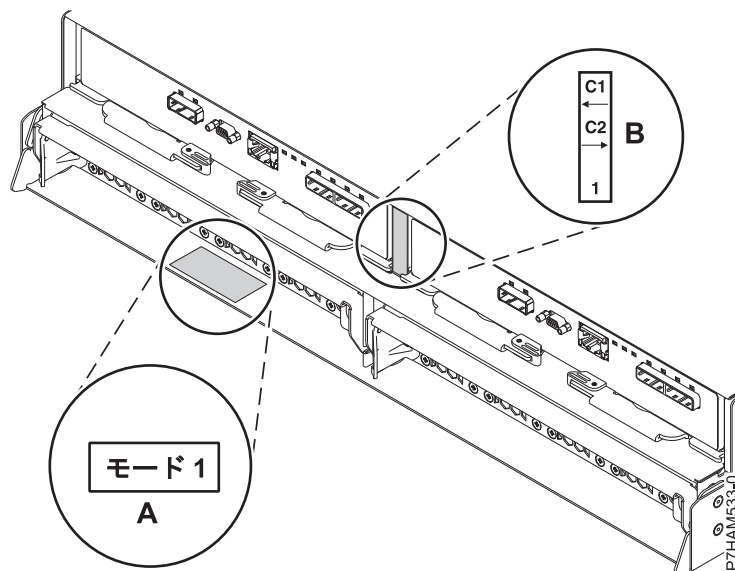

図 33. 5887 ディスク・ドライブ・エンクロージャの背面のモード・ステッカーの位置
- 2. 5887 ディスク・ドライブ・エンクロージャーの背面のステッカーに印刷されている情報を使用して、工場出荷時に設定されたエンクロージャーのモードを確認します。ステッカーは、シャーシ **(A)** の下方左側のシェルフ、およびエンクロージャー・サービス・マネージャー (ESM) モジュール **(B)** の間にある中央の支えに貼られています。ステッカーは、83 ページの図 33 に示すように、エンクロージャーがモード 1、モード 2、あるいはモード 4 のいずれに設定されているかを示しています。